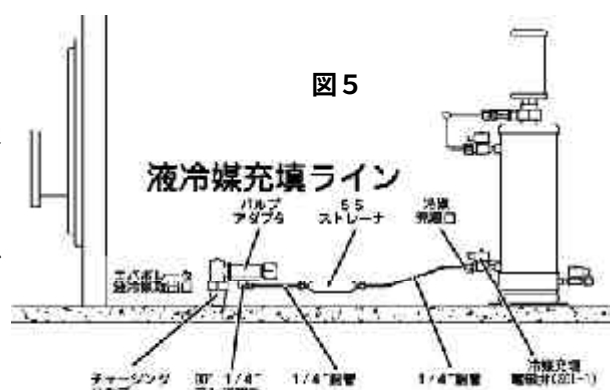

図5
②冷凍機のエバポレータ下部に設置されている、液冷媒取出口チャージングバルブに標準付属品のバルブアダプタを取付け、そのバルブアダプタに各種継手で1 / 4 ” フレアポートを取付けます。(図5)
③1 / 4 ” 銅管を使用して、1 / 4 ” フレアと本機の冷媒充填口を配管します。
④その際、ちょうど中間地点に、標準付属品の[S S ストレーナ]を取付けておきます。(フレアナットは標準付属品です)